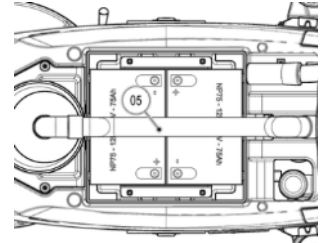

Abb. 4
13. Aus Abbildung 4 ist die Positionierung von 12V-Batterien mit 75Ah ersichtlich. Setzen Sie die Batterien in das entsprechende Fach ein, positionieren Sie dabei den Plus- und Minuspol entgegengesetzt zueinander, wie aus der Abbildung ersichtlich, und achten Sie darauf, den Schlauch (05) des Saugmotors nicht zu beschädigen.